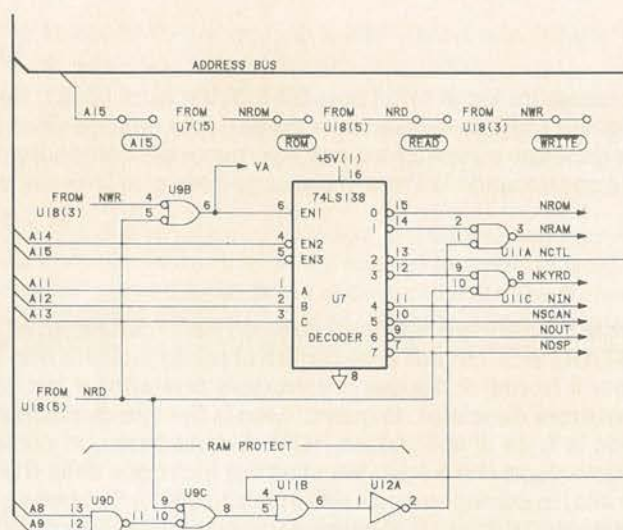

Figura 17-7. Circuito di decodifica degli indirizzi
- F) Riferendovi alla Figura 17-7, leggete le firme dei piedini di uscita del decoder degli indirizzi (IC7 piedini 7,9,10,11,12,13,14,15) e confrontatele con i valori riportati in tabella. Queste firme confermano il corretto funzionamento del decoder degli indirizzi.